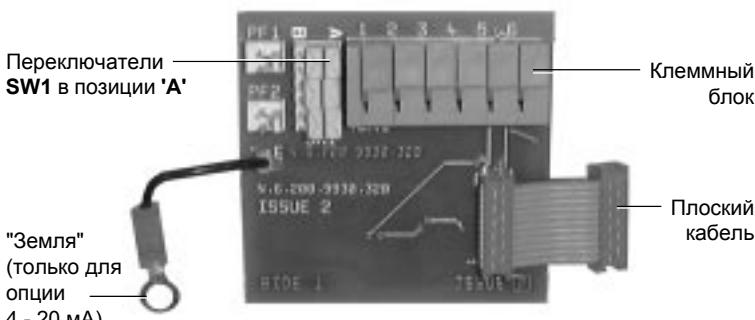

Рис. 2 Опция - переключатели PCB
4.2.1 Установите желтые переключатели как показано на Рис. 2.
Если используются программируемые переключатели, установите все желтые переключатели блока **SW1** в позицию 'A'. Убедитесь, что плоский кабель находится в нужном положении для присоединения к разъему программируемых переключателей (Рис. 2).